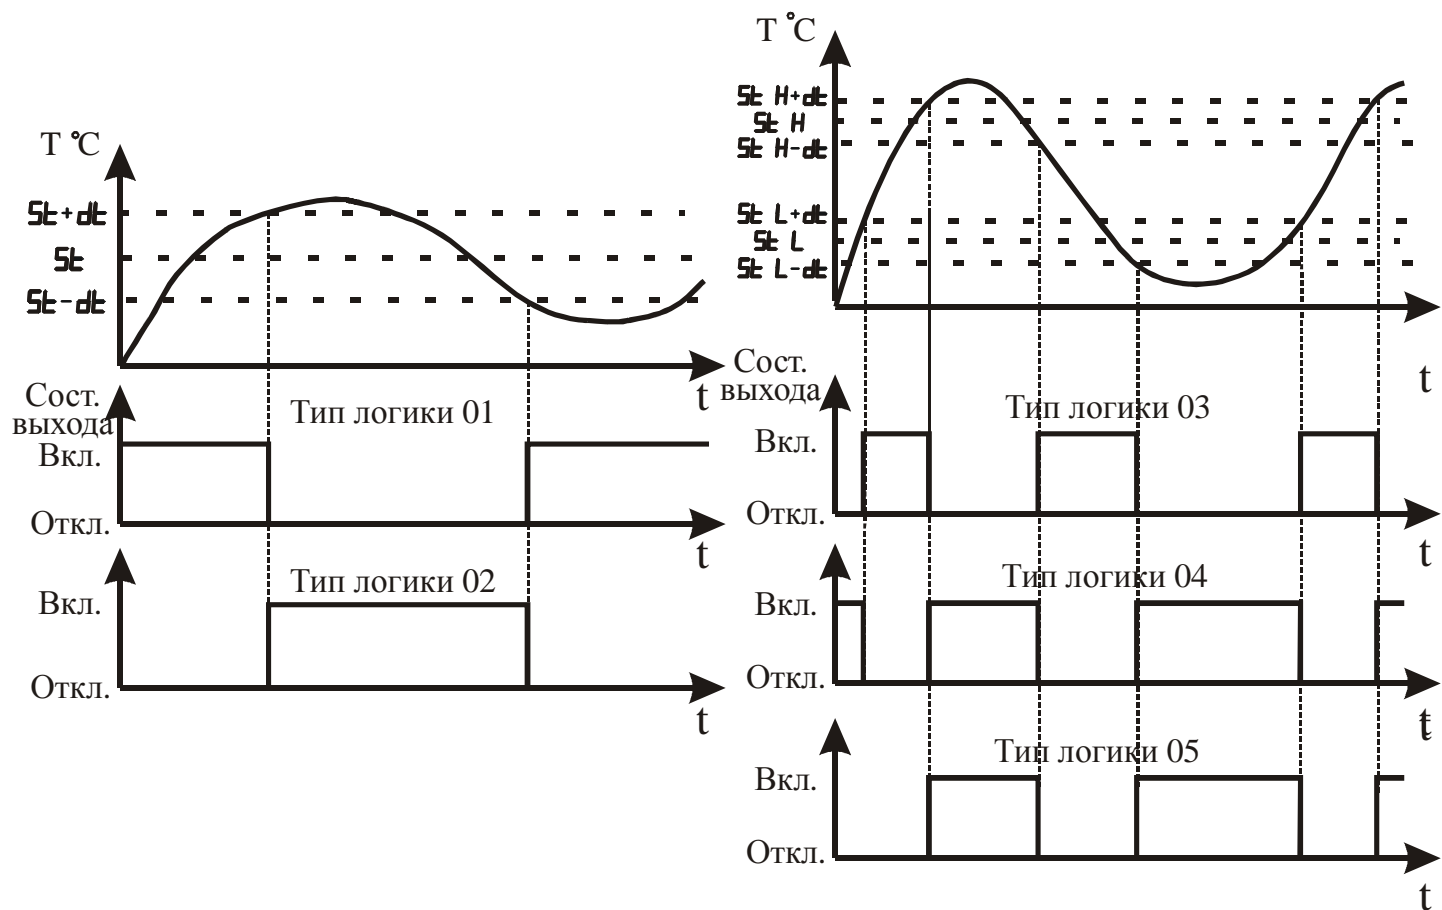

Рисунок 3.14 – Графическое представление типов логики работы выхода
3.3.4.4 Параметр “Тип логики работы прибора” определяет алгоритм управления исполнительным устройством (см. рисунок 3.14).
Тип логики “05” (модернизированная “U”-образная), в основном, аналогичен типу логики 04. Отличие состоит в том, что работа выходного устройства разрешается только после первого превышения регулируемой температурой значения $St H + dt$ (см. рисунок 3.14).